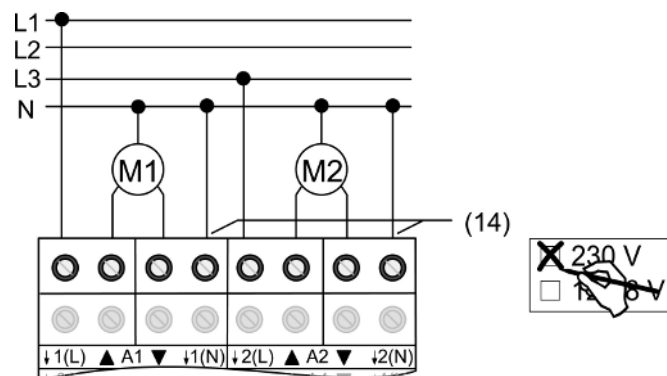

Bild 6: Motoranschluss mit automatischer Fahrzeiterkennung
- Motor anschließen (siehe Bild 6).
- An die N-Leiter-Klemmen (14) den N-Leiter des jeweiligen Motors anschließen (siehe Bild 6). Auf FI-Verdrahtung achten.
- Verwendung **230 V** auf Etikett kennzeichnen (siehe Bild 6).
Für die betreffenden Ausgänge sind die zugehörigen N-Leiter angeschlossen (siehe Bild 6).